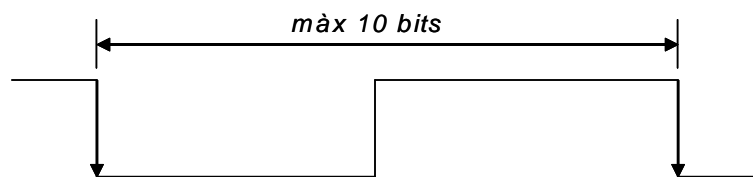

Figura 4
- Calcular, justificant la resposta, el valor de x i de y , suposant que la resincronització dels nodes es produeix només en el flanc *recessiu-dominant*, i que el màxim nombre de bits sense transició és de cinc, tal com s'indica a la figura 4.